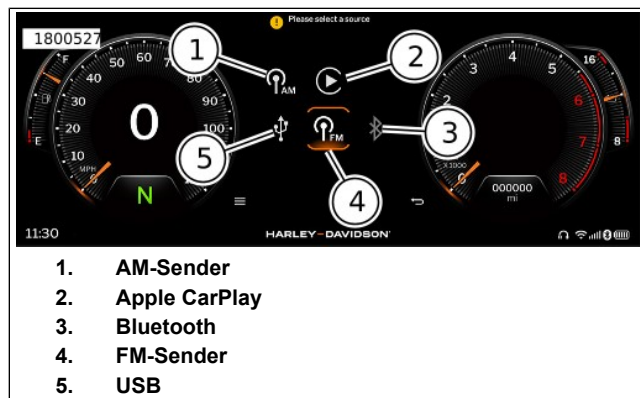

Abbildung 86. Quelle auswählen
Siehe Abbildung 86. Die gewünschte Medienquelle durch Drücken der OK/Eingabe-Taste (5) am LHCM oder Antippen des Symbols auf dem Bildschirm auswählen.